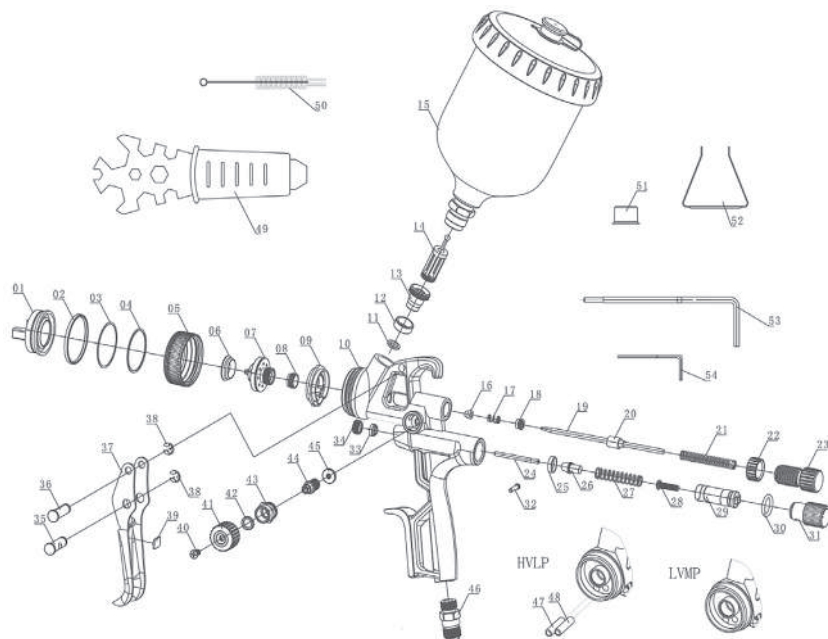

Рис. 1
| СХЕМА КРАСКОПУЛЬТА (Рис. 1) | | |
- ПЕРЕД РАЗБОРКОЙ, ЧИСТКОЙ ИЛИ СЕРВИСНЫМ ОБСЛУЖИВАНИЕМ КРАСКОПУЛЬТА ОБЯЗАТЕЛЬНО ПРЕКРАТИТЕ СООТВЕТСТВУЮЩИМИ РЕГУЛЯТОРАМИ ПОДАЧУ ВОЗДУХА К КРАСКОПУЛЬТУ (Рис.2.1) И ПЕРЕКРОЙТЕ ПОДАЧУ ЛАКОКРАСОЧНОГО МАТЕРИАЛА В НЁМ (Рис.2.2), ПОСЛЕ ЧЕГО СБРОСЬТЕ ДАВЛЕНИЕ В ВОЗДУШНЫХ КАНАЛАХ КРАСКОПУЛЬТА НАЖАТИЕМ НА ЕГО КУРОК (№37 на Рис.1).
4. Перед разборкой полностью очистите каналы для подачи лакокрасочного материала. Воспользуйтесь гаечным ключом или входящим в комплект краскопульта универсальным ключом (№49 на Рис.1) для того, чтобы снять расширяющую дюзу.
5. Снимайте расширяющую дюзу после снятия блока иглы (№№16-23 на Рис.1), либо удерживая иглу в вытянутом состоянии для того, чтобы защитить элементы блока иглы от повреждений.
9. Удерживая блок иглы (№№16-23 на Рис.1) вставленным, вручную затяните его узлы и элементы, а затем плавно подтяните гаечным ключом, при этом нажимая на спусковой крючок (№37 на Рис.1) и наблюдая за перемещением иглы (№19 на Рис.1). Слишком сильная затяжка деталей будет препятствовать свободному движению иглы, что приведет к утечке лакокрасочного материала из сопла. Если детали затянуты слишком сильно, ослабьте их поворотом ключа против часовой стрелки до тех пор, пока игла не освободится, и не прекратится утечка материала.
10. Поверните регулятор формы факела (Рис.2.3) против часовой стрелки до полного открытия. Затем затяните и зафиксировать седло регулятора формы факела (№43 на Рис.1) в корпусе краскопульта (№10 на Рис.1).